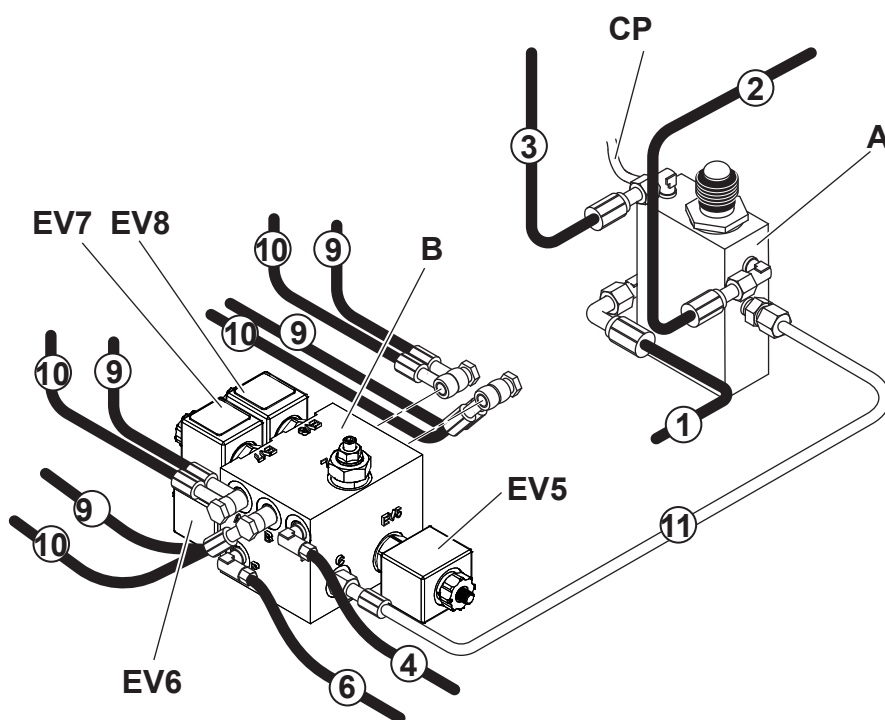

Fig. 16b
- Collegare i cavi elettrici dalla centralina alle elettrovalvole **EV5-EV6-EV7-EV8** e al pressostato **CP** (fig.16b)
- Connect the cables in the control unit to the solenoid valves **EV5-EV6-EV7-EV8** to the pressure gauge **CP** (fig.16b).